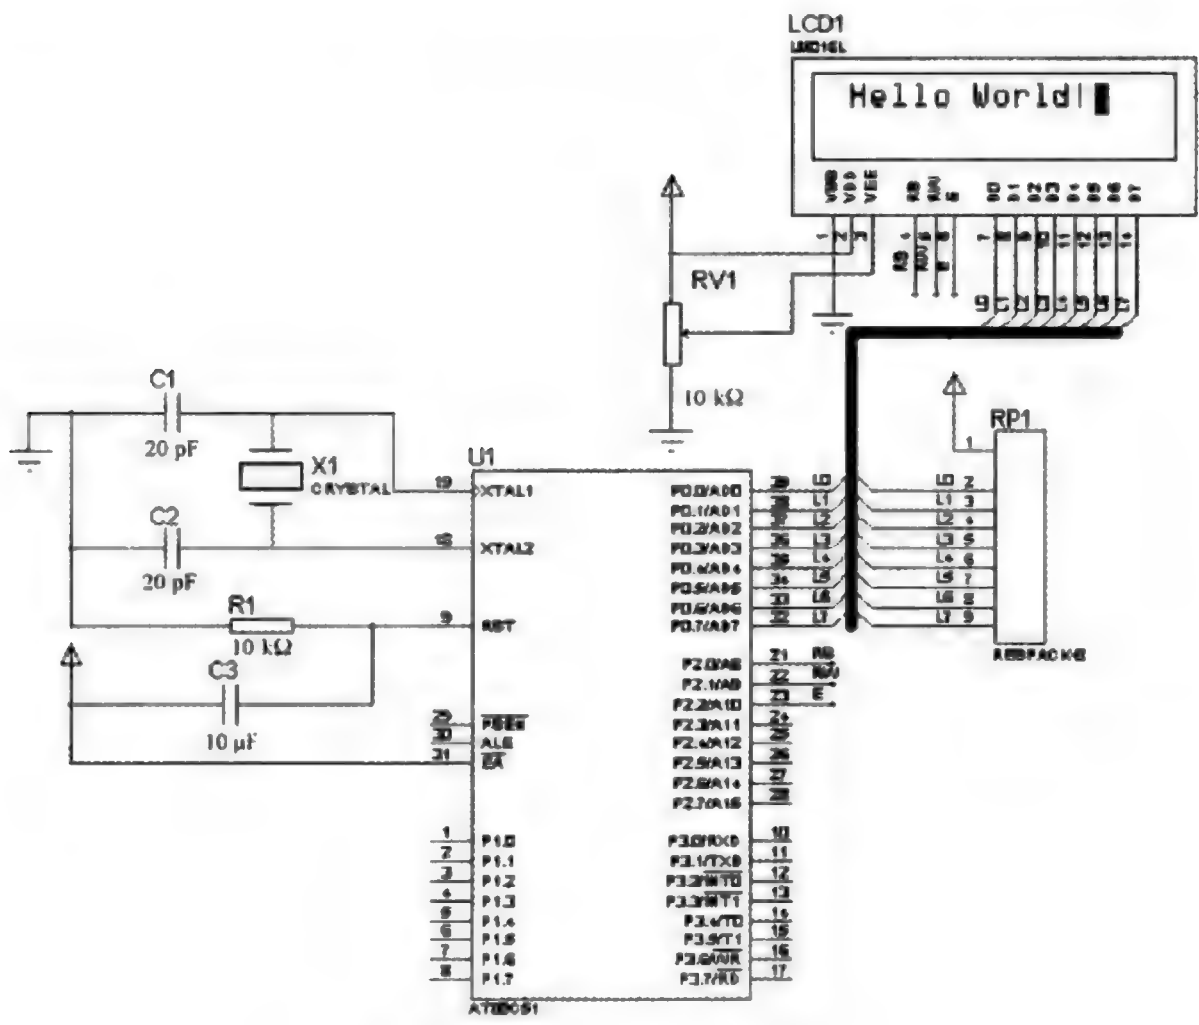

图 5.3.16 虚拟硬件测试结果
(7) 根据第 5.1 节的介绍,建立 proteus 模型,并加载先前生成的 HEX 文件,单击“仿真”按钮,LCD 屏幕显示 Hello World,实现了 C 代码的功能,如图 5.3.16 所示。